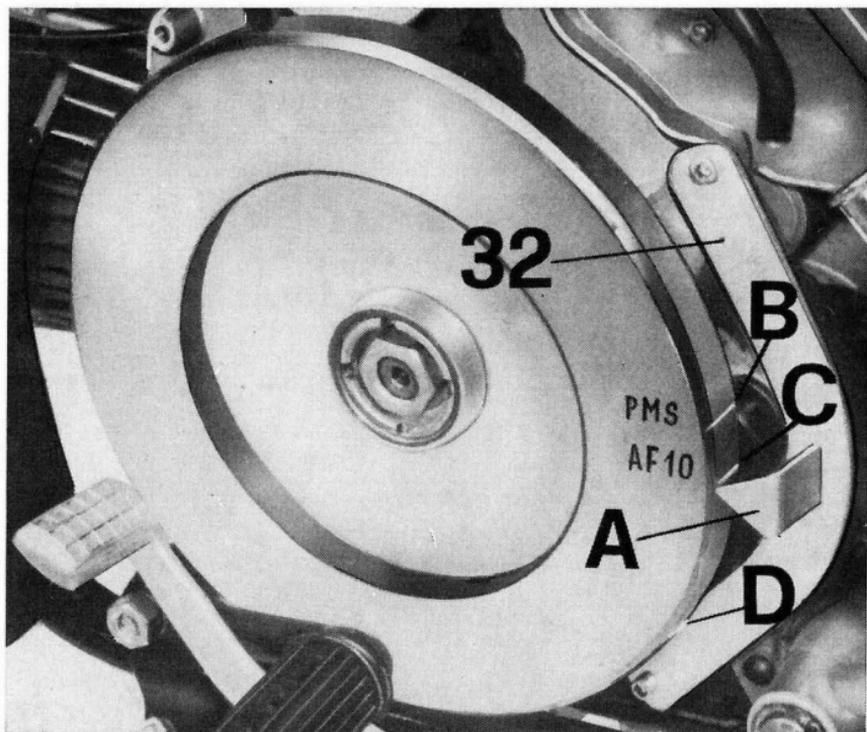
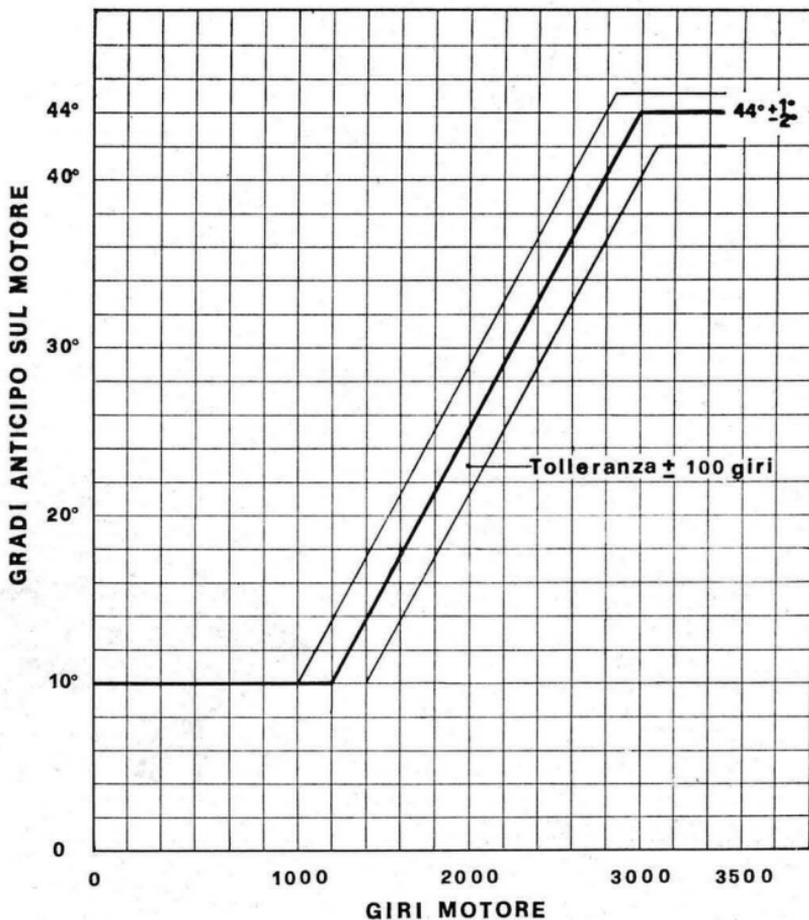

Fig. 19
Fig. 20
- Montare a mezzo viti sul coperchio interno del basamento l'attrezzo (32 di fig. 19 n° d'ordinazione 10915500).
- Assicurarsi che il pistone sia a punto morto superiore, a fine fase di compressione con valvole chiuse. Il segno sul volano « P. M. S. » deve coincidere con la freccia dell'attrezzo (A di fig. 19).
- Ruotare il volano in senso antiorario finché il segno « AF10 » sul volano stesso si trova in corrispondenza con la freccia dell'attrezzo (A di fig. 19). A questo punto i contatti del ruttore devono dare inizio all'apertura.
Per eseguire il controllo dell'anticipo accensione bisogna innanzitutto segnare il punto (D di fig. 19). Sul volano motore, questo punto si trova a 44° rispetto il « P.M.S. » già segnato sul volano stesso.
I riferimenti sul volano si possono così definire (vedere fig. 19), e diagramma (vedere fig. 20).